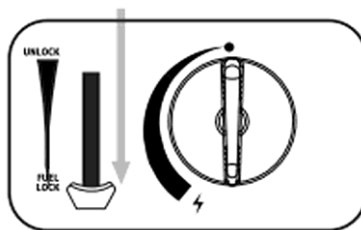

Рис. 8
4. Потім важіль блокування балона (20) натиснути вниз в положення FUEL LOCK (13). (Рис. 8)